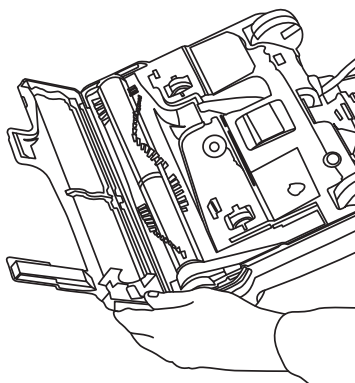

Fig. 12
1. Instale la placa inferior, asegurándose de que las bisagras de la placa inferior estén en su lugar antes de colocar la placa (Fig. 12).